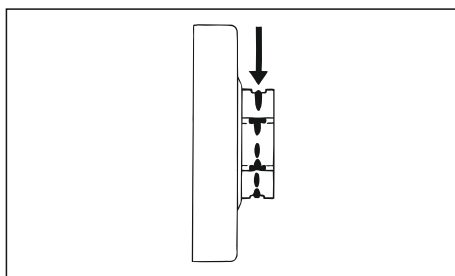

Рис. 71
- Если следы приработки (стрелки) превышают глубину 0,5 мм (рис. 71) – в противном случае снижается срок службы цепи пилы – при контроле пользуйтесь контрольным калибром (специальные принадлежности)